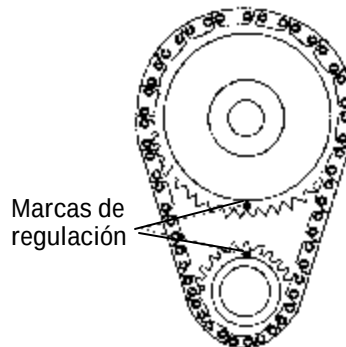

Figura 1 - Alineamiento de la rueda dentada de la cadena de regulación
13. Haga girar el motor hasta que las marcas de regulación estén alineadas, tal como se muestra en la Figura 1.
2. Instale el árbol de levas nuevo con ruedas dentadas, cadena de regulación y elevadores nuevos. *PRECAUCIÓN: Utilice el Juego de cadena y engranaje de regulación Edelbrock Performer-Plus True Rolling N° 7820 (1965 a 1972 ½) o N° 7811 (1973 a 1990). También puede usar la transmisión de engranaje Accu-Drive N° 7892. No utilice juegos de cadena y engranaje de regulación de modelos recientes que estén diseñados en posición retardada y que no se recomiendan para la instalación de este tipo de árbol de levas. Los Juegos de regulación Edelbrock incluyen tres chaveteras para la selección de regulaciones específicas. Aplique compuesto de fijación a las rosas de los pernos de contacto del engranaje y la leva de regulación. Apriete los pernos de acuerdo con las recomendaciones de la fábrica indicadas en el manual de reparación del motor. Instale el árbol de levas con las marcas de regulación alineadas en la forma recomendada en las especificaciones de la fábrica. Consulte la Figura 1. Cuando se utiliza el Juego de cadena y engranaje de regulación Performer-Plus (serie 7800) con un juego de leva y elevador Edelbrock, se logra un alineamiento vertical hacia arriba. Si se utiliza cualquier otro engranaje de regulación, es necesario comprobar la posición de la leva para lograr un alineamiento de regulación correcto, lo cual significa que hay que graduar el árbol de levas con una rueda medidora en grados para verificar el alineamiento de regulación. No se recomienda utilizar engranajes de regulación O.E.M. o de otros fabricantes con los árboles de levas Edelbrock.*
Después de la instalación y regulación correctas de la leva (ver la Figura 1), será necesario inspeccionar cada varilla de empuje para verificar la precarga correcta del elevador.